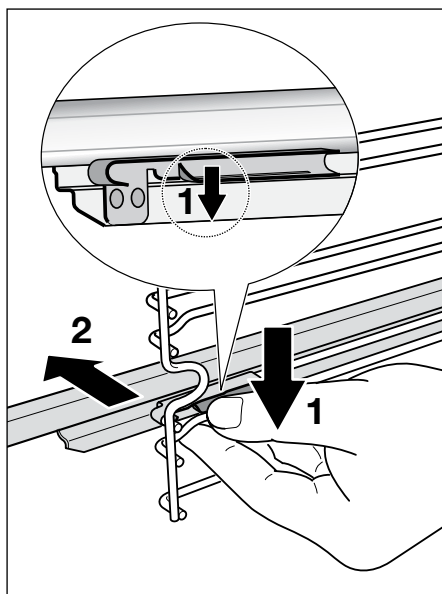

Figura 38 Rimozione dei supporti di scorrimento dei ripiani
- 3 Individuare i blocchi di sicurezza. Questi sono le linguette che si agganciano sopra alla griglia laterale (freccia 1 nella figura 38).
- 4 Rimuovere i blocchi di sicurezza dal filo per liberare il filo (freccia 2 nella figura 38)